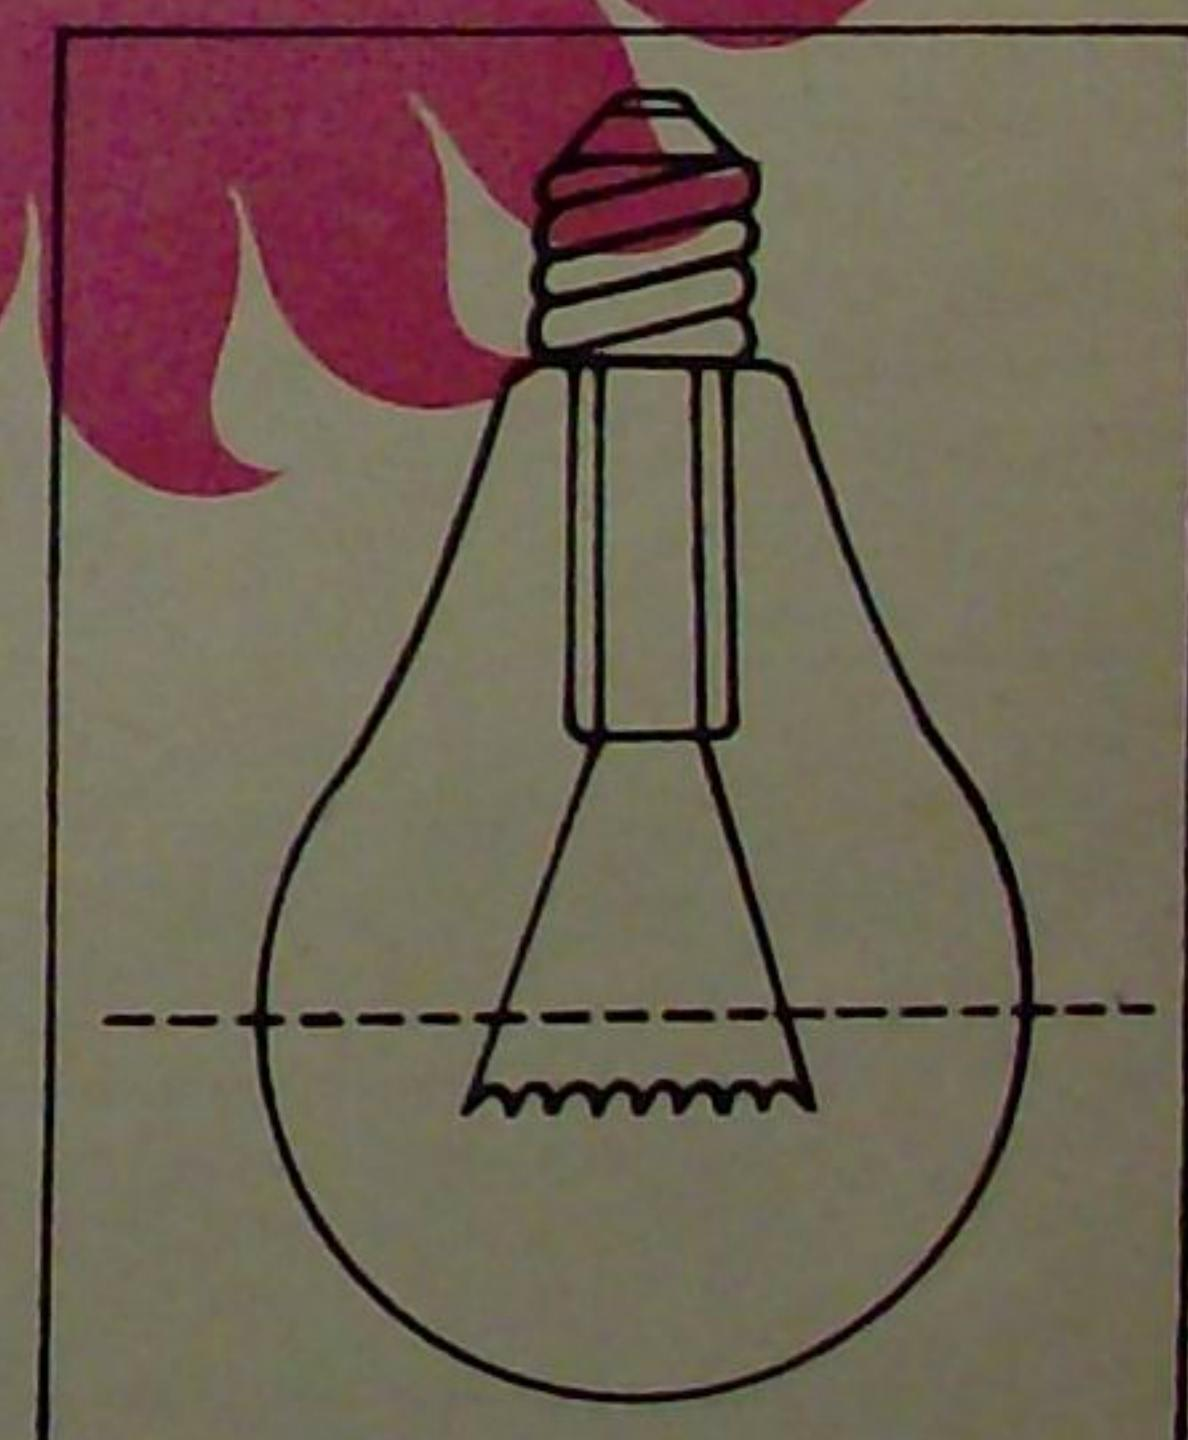

Fig. 3
culoare închisă. Partea superioară a acestui bazin (1) este acoperită cu o placă (2) tot din material termoizolant cum ar fi textolit, sticlotextolit etc. În care au fost executate o serie de găuri. Aspectul plăcii de acoperire (2) este prezentat și separat. Înainte de a se practica găurile în placă (2) se iau mai multe becuri electrice arse dar care au baloanele de sticlă în stare bună. Se secționează apoi fiecare bec ca în fig. 3. Metoda de secționare a baloanelor este cea cunoscută cu firul de nichelină încălzit. Se folosește din bec calota sferică. În funcție de dimensiunile acestor calote sferice se fac și decupările în capacul bazinului, respectiv fiecare calotă trebuie să aibă un loc în capac fără a trece prin el.